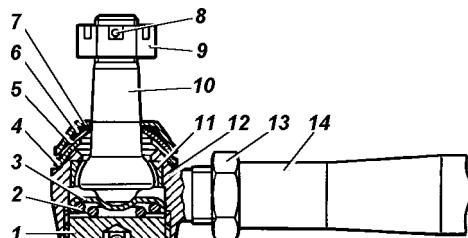

Рис. 12.1. Шарнир рулевых тяг:
При появлении зазора в шарнирах рулевых тяг заверните до упора заглушку 1 (рис. 12.1), затем отверните ее на 1/2 оборота и в этом положении закерните.
3. Снимите с пальцев 10 (см. рис. 12.1) пружинные колпаки 7, резиновые защитные кольца 6 и сферические шайбы 4 и 5.
5. Отверните резьбовую заглушку 1 (см. рис. 12.1) наконечника и выньте пружину 2, пяту 3, палец 10 и сухарь 11.